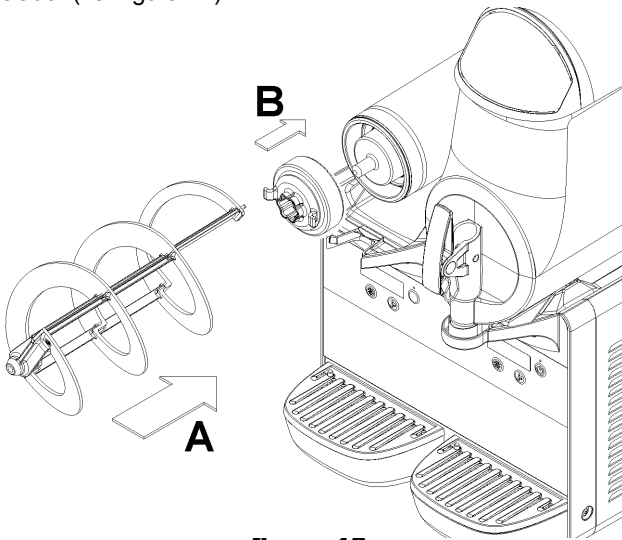

figura 12
**5** Montar de nuevo el empalme hexagonal y luego el mezclador (ver figura 12).